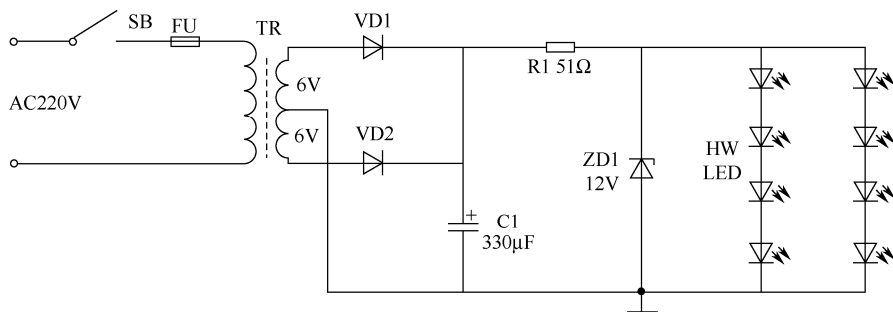

图 3.2 冰箱 LED 照明灯原理图
(3) 冰箱 LED 照明灯 (图 3.2)。
如图 3.2 所示为电冰箱内 LED 照明灯电路原理。该电路中的 LED 灯由 8 只白色 LED 高亮度发光管组成。LED 分别安装在一根白色透明塑料管内,塑料管的长度等于冰箱柜的高度。